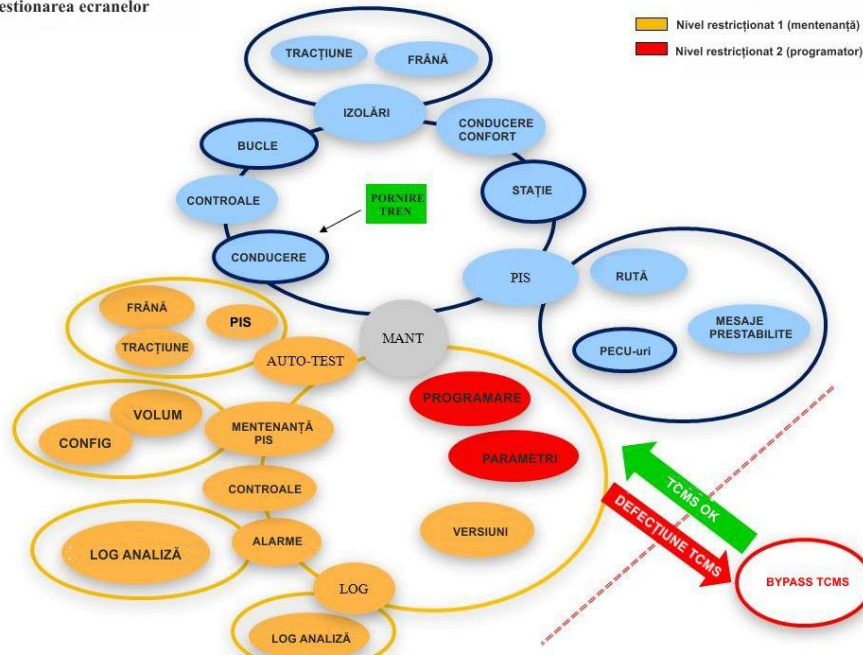

Figura A-1. Gestionarea ecranelor.
Monitorul TCMS poate afișa diverse ecrane. În Figura A-1 se prezintă toate ecranele, împreună cu posibilele comutări între acestea.
Ecranele cu tranziție automată sunt prezentate cu un chenar gros de culoare albastră în Figura A-1.
- Ecrane de conducere: Sunt prezentate în albastru deschis în Figura A-1. Cuprind majoritatea controalelor și indicatoarelor comune care permit conducerea garniturii:
- Ecrane de mentenanță: Prezentate în portocaliu în Figura A-1. Permit executarea operațiilor tipice de parametrizare, setare și controale în atelier:
- Ecrane de programare: Prezentate în roșu în Figura A-1. Prin intermediul acestor ecrane se pot modifica parametrii vitali pentru funcționarea trenului:
Ecranele din Figura A-1 sunt organizate pe cercuri care definesc tranzițiile permise (prin butoanele ciupercă din partea de jos sau din dreapta a ecranelor).